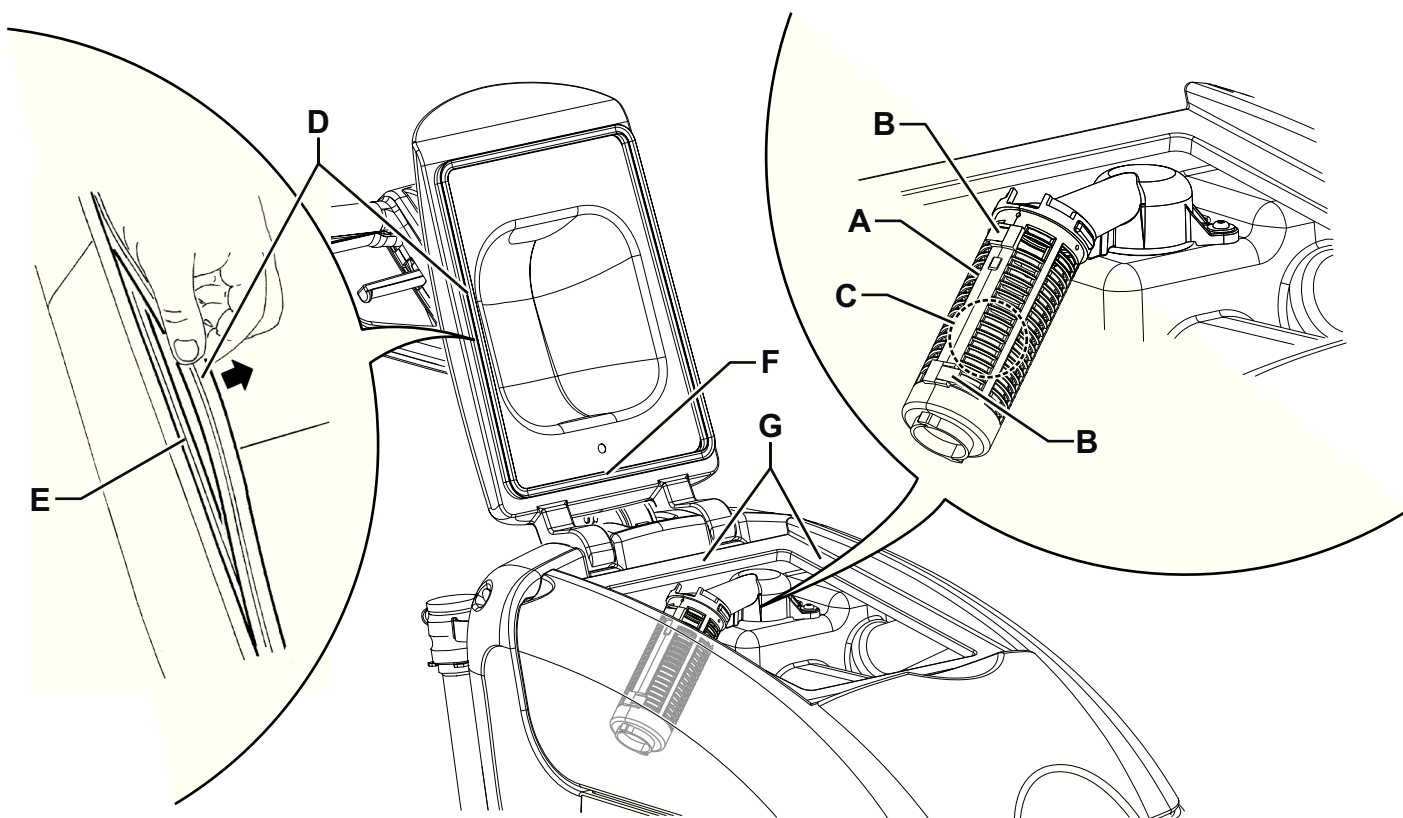

Рис. 8
2. Проверьте, чтобы рукоятка (62) была повернута на «0».
3. Откройте крышку (41), затем очистите и промойте чистой водой ее, бачки (30 и 31) и вакуумную решетку (46). Спустите воду из бачков с помощью сливного шланга (16) и шланга (18).
4. Если необходимо, освободите фиксаторы (B, Рис. 8) и откройте решетку (A); восстановите поплавков (C), очистите все компоненты и затем установите их заново.
5. Проверьте, цела ли прокладка крышки бачка с восстанавливающей водой (D).